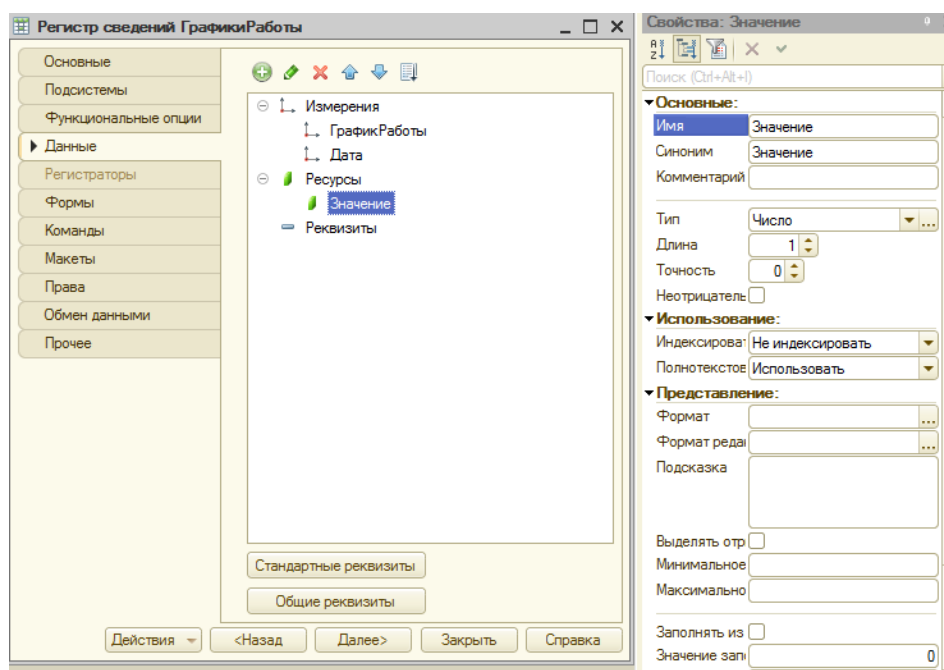

Рисунок 25.5 – Регистр сведений «Графики работы»
2.4 Затем создадим единственный ресурс регистра – **Значение** с типом **Число**, длиной 1 (рисунок 25.5). На закладке **Подсистемы** укажем, что регистр сведений будет отображаться в подсистеме **РасчетЗарплатнойПлаты**. Теперь заполним регистр сведений **ГрафикиРаботы** данными о рабочих днях июля графика мастеров.